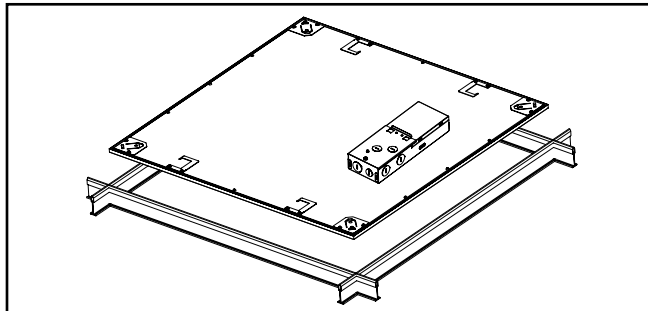

Figure 3.
5. Passez le luminaire dans la grille à un angle de 45 degrés puis déposez-la sur la grille (Fig. 3).